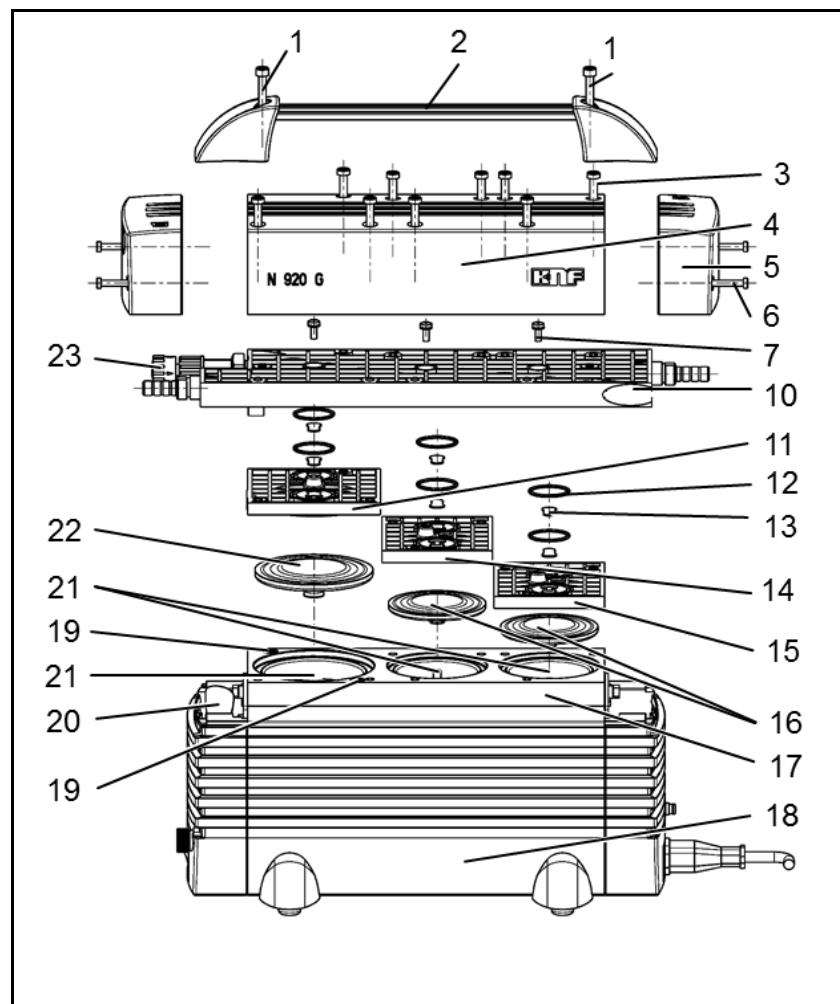

Abb. 8: Explosionszeichnung N 920 KT.29.18G
1. Die beiden Schrauben (1) des Pumpengriffes (2) lösen und Pumpengriff abnehmen (siehe Abb. 8).
2. Die neun Befestigungsschrauben (3) der Kopfabdeckung (4) lösen.
3. Je zwei Schrauben (6) lösen und die beiden seitlichen Abdeckungen (5) an der Kopfabdeckung (4) abnehmen.
4. Kopfabdeckung (4) vom Pumpengehäuse (18) abnehmen.
5. Kopfplatte (10) mit Zwischenplatten (11), (14) und (15) abnehmen.